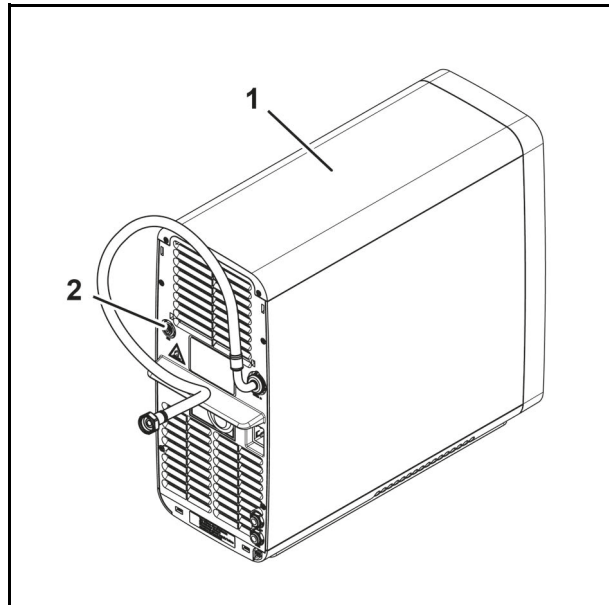

Abb. 17
2. Schließen Sie die externe CO₂-Versorgung an den Anschluss für die externe CO₂-Versorgung (Abb. 17/2) am Untertischgerät (Abb. 17/1) an.